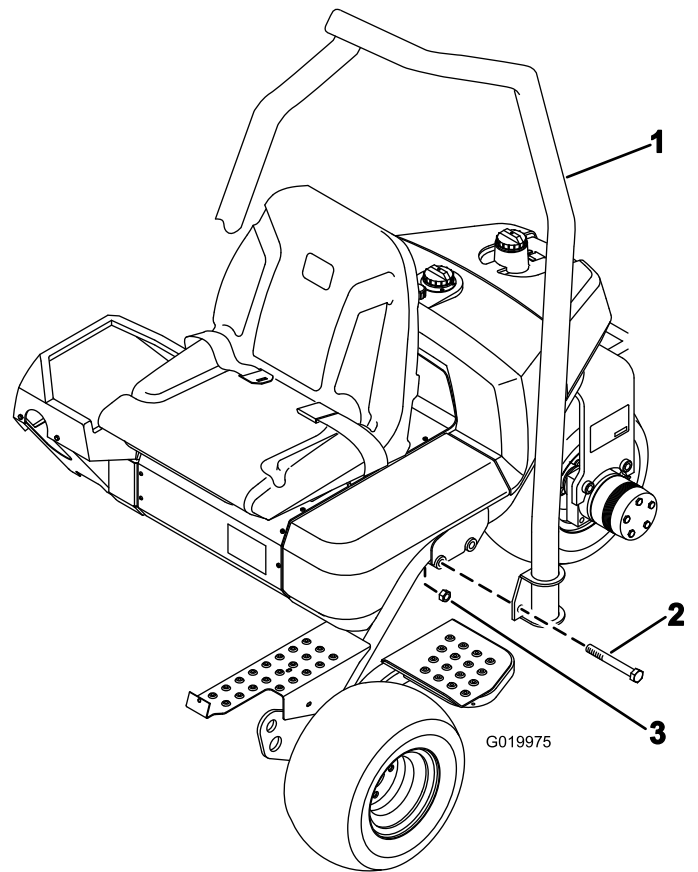

図 7
1. ROPS の上部の湾曲部が機体の前方を向くように ROPS を配置する 図 7。
2. ROPS をフレームの上に降ろし、取り付け穴に整列させる 図 7。
3. ROPS の左右それぞれをフレームに固定するボルト2本 $\frac{5}{8}$  x 4 $\frac{1}{2}$ "と、ロックナットを 図 7 のように使用する。